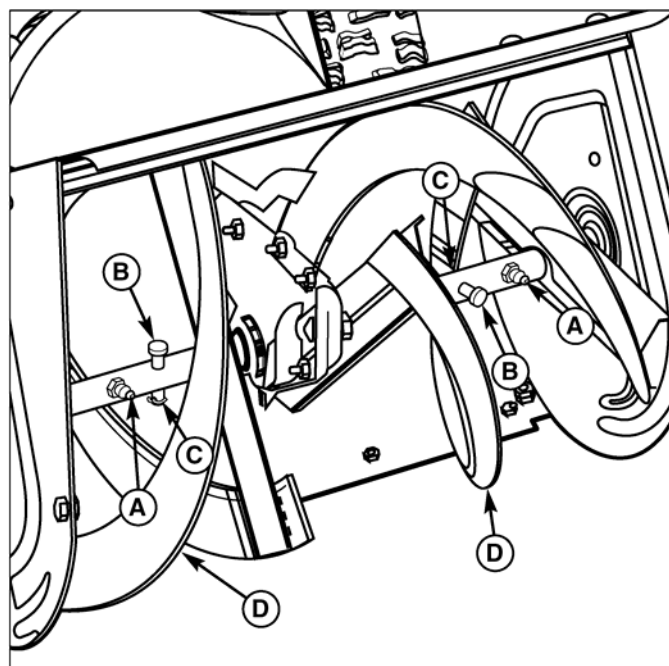

Рис. 19. Смазка вала шнека
1. Выньте шплинт (С, рис. 19) и срезной штифт (В).
3. Поверните шнек (D) несколько раз, чтобы равномерно распределить смазку. Повторите шаг 2.